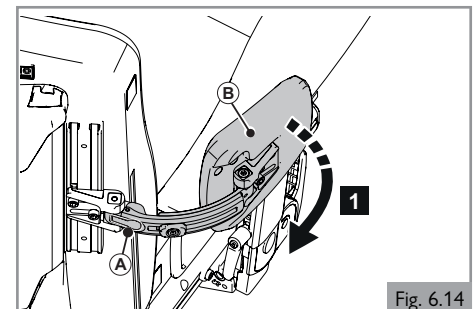

Fig. 6.14
6.8 Supports latéraux (Fig. 6.14)